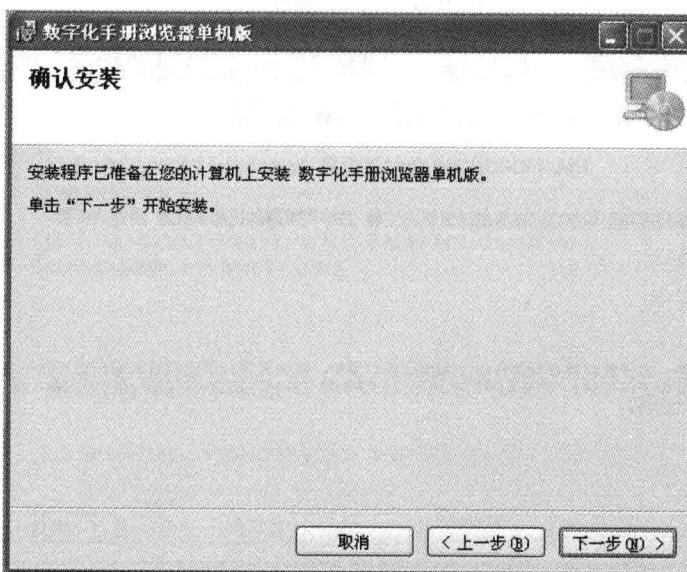

图 1-6 “确认安装”窗口
6) 在图 1-6 所示的“确认安装”窗口中，用户可单击“上一步”按钮返回上一步骤重新调整安装文件夹，或单击“下一步”按钮开始安装。